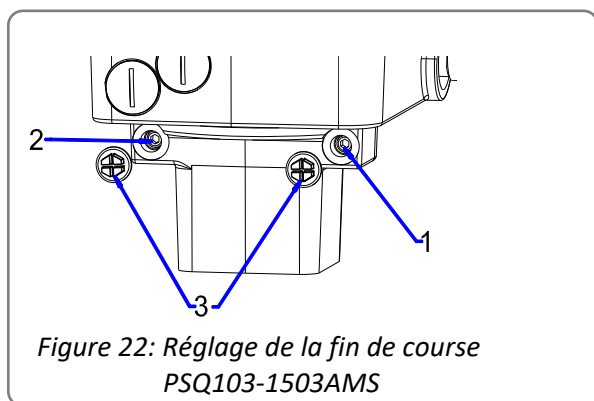

Figure 22: Réglage de la fin de course
- Retirez les capuchons de protection (Figure 22; pos. 3) des deux vis de réglage.
- Faites tourner la vis de réglage en position FERMER (Figure 22; pos. 1) jusqu'à ce qu'en butée.
- Faites tourner la vis de réglage en position OUVRIR (Figure 22; pos. 2) jusqu'à ce qu'en butée.